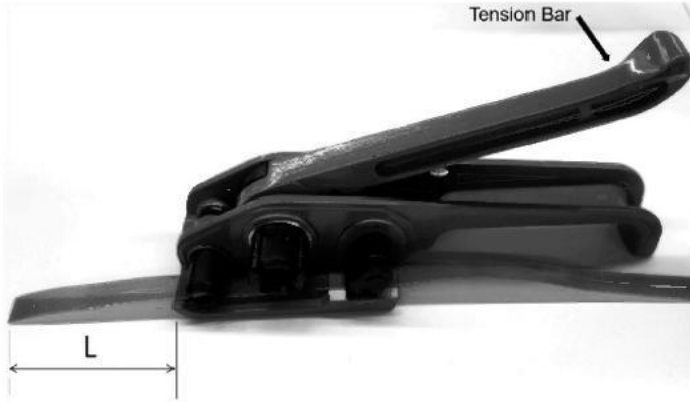

FIG.1
1. Bandning spännare se FIG.1, Press de spänningsstång och lastband , $L \geq 3$ tum (8 cm).